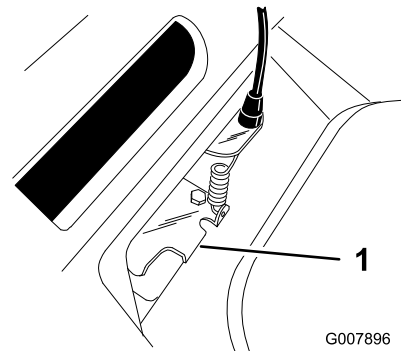

Figura 26
5. Empuje hacia abajo la pestaña guía de la correa hasta que entre en contacto con el cortacésped, y sujétela en esa posición (Figura 26).